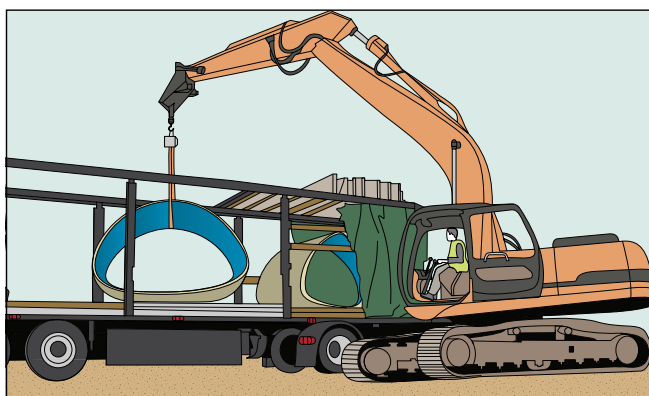

Fig. 9: Descarga pela parte superior do camião
- Pela parte superior do camião, utilizando um guindaste ou uma escavadora (Fig. 9).